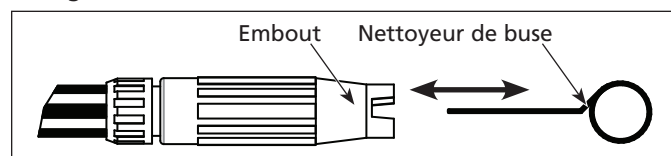

Figure 4
- Utiliser le nettoyeur de buse inclus ou un trombone déplié et insérer le fil dans le trou de l'embout pour ensuite utiliser un mouvement de va et vient jusqu'à ce que les débris soient débloqués (se reporter à la Figure 4).